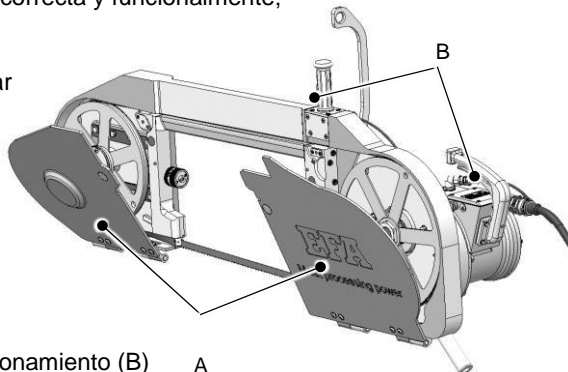

Fig. 6.1 – Encender sierra de cinta (bimanual)
**EFA SB 295 E y EFA SB 327 E – véase fig. 6.1 –**
Véase también *fig. 6.1 Accionamiento del interruptor*.